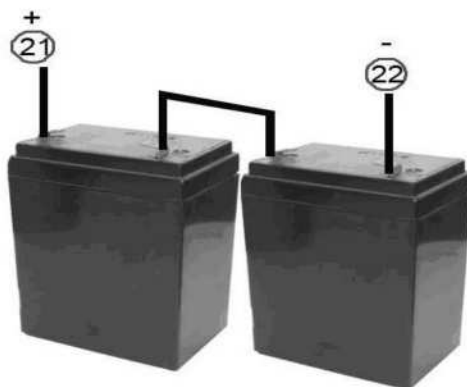

Fig.14
- Conectar a la Tableta Electrónica Terminales 21 y 22. Ver (Fig.14)
- Baterías de Respaldo (Opcional) de 12VDC (2.6Ah como Mínimo) Deberán de Conectarse en Serie como se Indica en la Figura (Fig.14).